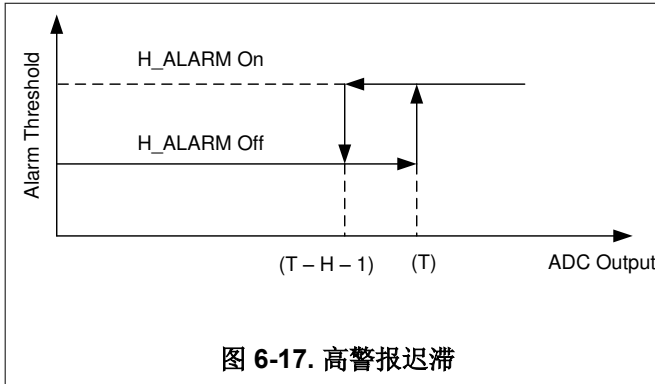

图 6-17. 高警报迟滞
当数字输出超过高警报上限 [高警报阈值 (T)] 时，该器件会设置输入高警报。当数字输出小于或等于高警报下限 [高警报 (T) - H - 1] 时，警报会复位。图 6-17 显示了此功能。